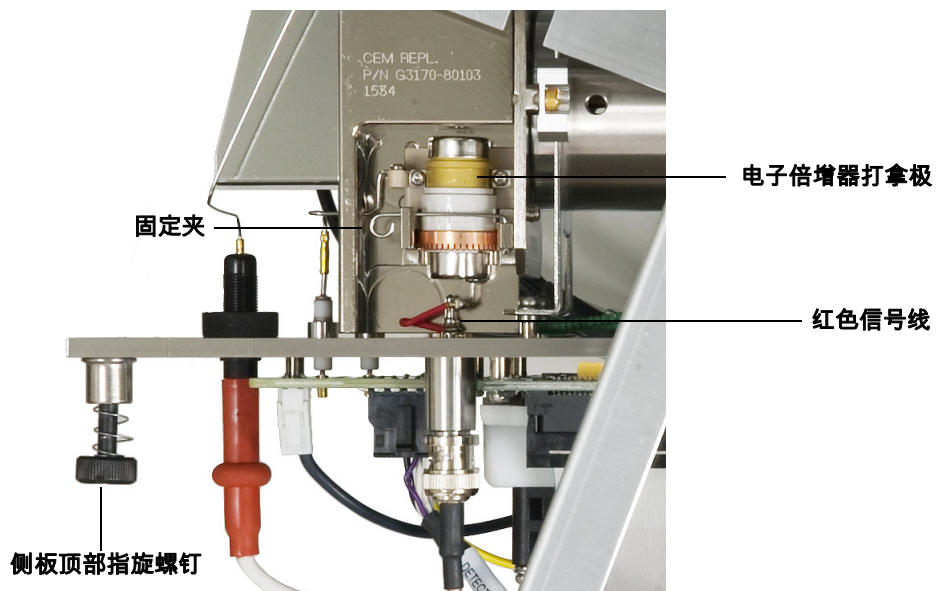

图 39 更换电子倍增器打拿极
- 3 打开固定夹 (图 39)。提起固定夹把手，旋转固定夹，使其脱离电子倍增器打拿极。